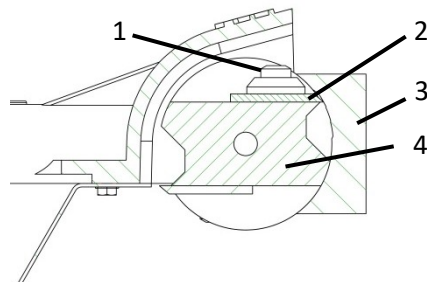

Fig. 15 Regolazione del coltello
- > Allentare la vite del coltello (**1** - Fig.15).
- > Far scorrere il coltello (**2** - Fig.15) fino in fondo.
- > Posizionare il calibro del coltello (**3** - Fig.15) sul rullo (**4** - Fig.15) in modo che poggi sulle due superfici di appoggio del rullo in alto e in basso.